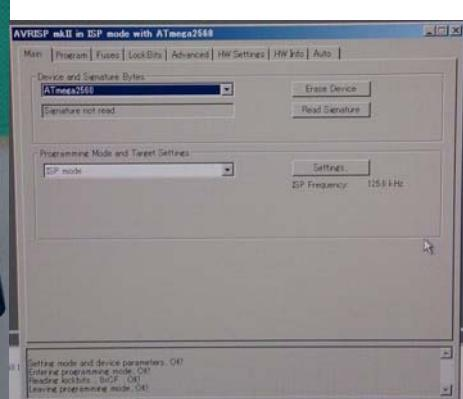

Fig. 2
- 表示された画面の Main タブでデバイスの種類を ATmega2560 に設定(fig2)